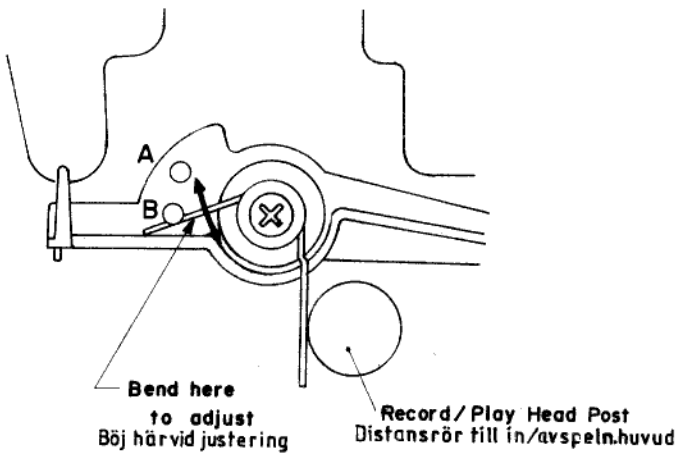

Fig. 2 Auto Stop Lever Pressure Adjustment
3. Om trycket ligger utanför området 40 - 70 g, justera detektorarmens fjäder B (B1-46), som visas i fig 2, eller byt ut detektorarmens fjäder B.
3. If the indication of the spring balance lies outside the range 40 - 70 g, adjust (bend) detector lever spring B (B1-46) as shown in fig. 2, or replace detector lever spring B.